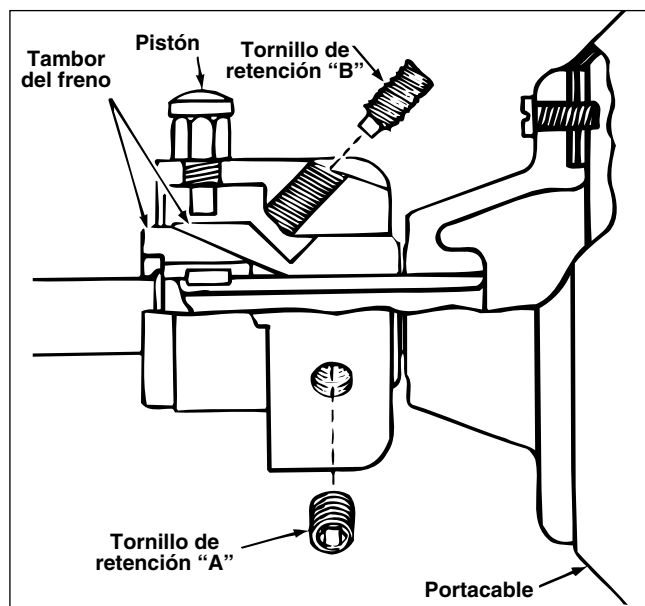

Figura 9 – Adaptador para el cable
4. Afloje levemente los dos tornillos de retención "A" empleando la llave hexagonal de $\frac{5}{16}$ pulgada (Figura 9).
5. Gire el tornillo de retención "B" hacia la derecha en un cuarto de vuelta (Figura 9).